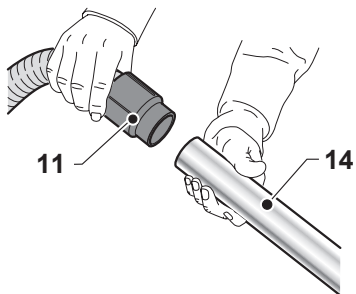

Fig. 7
- Si está proporcionado, unir al tubo flexible (11 Fig. 7) el tubo rígido (14 Fig. 7) y luego el accesorio vacío (boquilla de aspiración, boquilla para suelos, etc. Fig. 8).